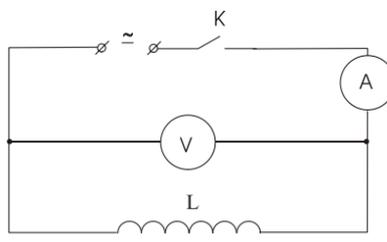

Рисунок 1
1. составить цепь для постоянного тока по схеме (рис.1).